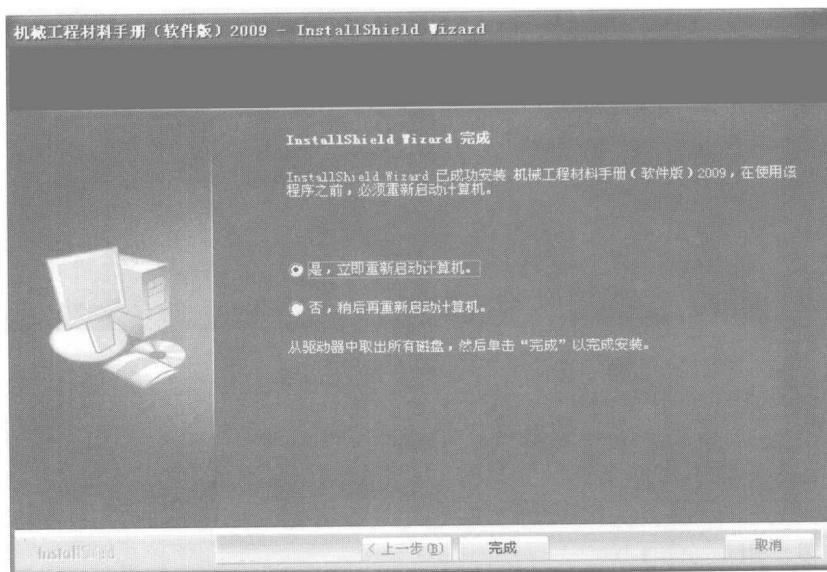

图 1-10 结束安装界面
(8) 最后，屏幕上出现安装程序的结束界面，如图 1-10 所示。选择是否立即重启计算机，单击“完成”按钮，完成整个安装过程。